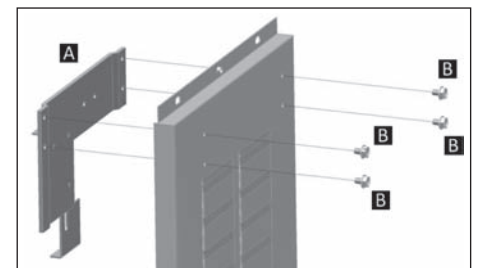

Figure 5.
Attach the mechanical interlock assembly with four (B) mounting screws according to **Figure 5** by installing screws from the back side of the trim/door.
Attacher le système de verrou mécanique avec quatre vis de fixation (B) posées depuis la face arrière du panneau d'habillage/de porte comme sur la **Figure 5**.